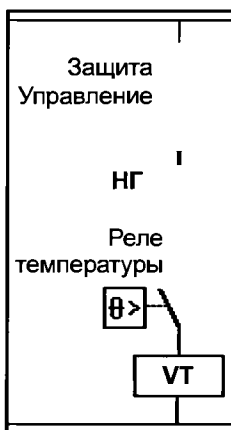

Рис. 73.6.
Кстати, именно поэтому контактор вентилятора (VT) подключается к цепи питания последовательно с контактом подачи питания на насос градирни НГ (см. рис. 73.6).